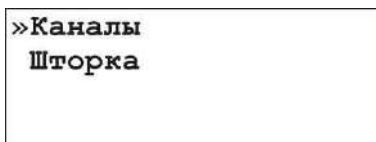

Рисунок 4.11 - Экран меню форсунки
2. В меню "Форсунки" (рис. 4.11) клавишами $\bar{\Delta}$, $\bar{\nabla}$ выбрать пункт "Каналы" и нажать клавишу \checkmark .
2. В меню "Форсунки" (рис. 4.11) клавишами **▲, ▼** выбрать пункт "Шторка" и нажать клавишу **✓**.
2. В меню "Форсунки" (рис. 4.11) клавишами $\bar{\Delta}$, ∇ выбрать пункт "Шторка" и нажать клавишу \checkmark .